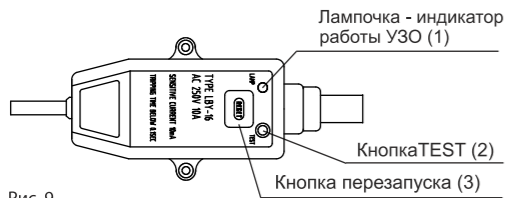

Рис. 9
**УЗО (устройство защитного отключения) (рис. 9)**
1. Подключите сетевой шнур к сети, индикатор (1) загорится.
2. Для тестирования нажмите кнопку (2), напряжение перестанет подаваться, индикатор (1) погаснет и кнопка перезапуска (3) поднимется вверх.
3. Для перезапуска нажмите кнопку (3), напряжение опять начнет подаваться и индикатор (1) загорится.